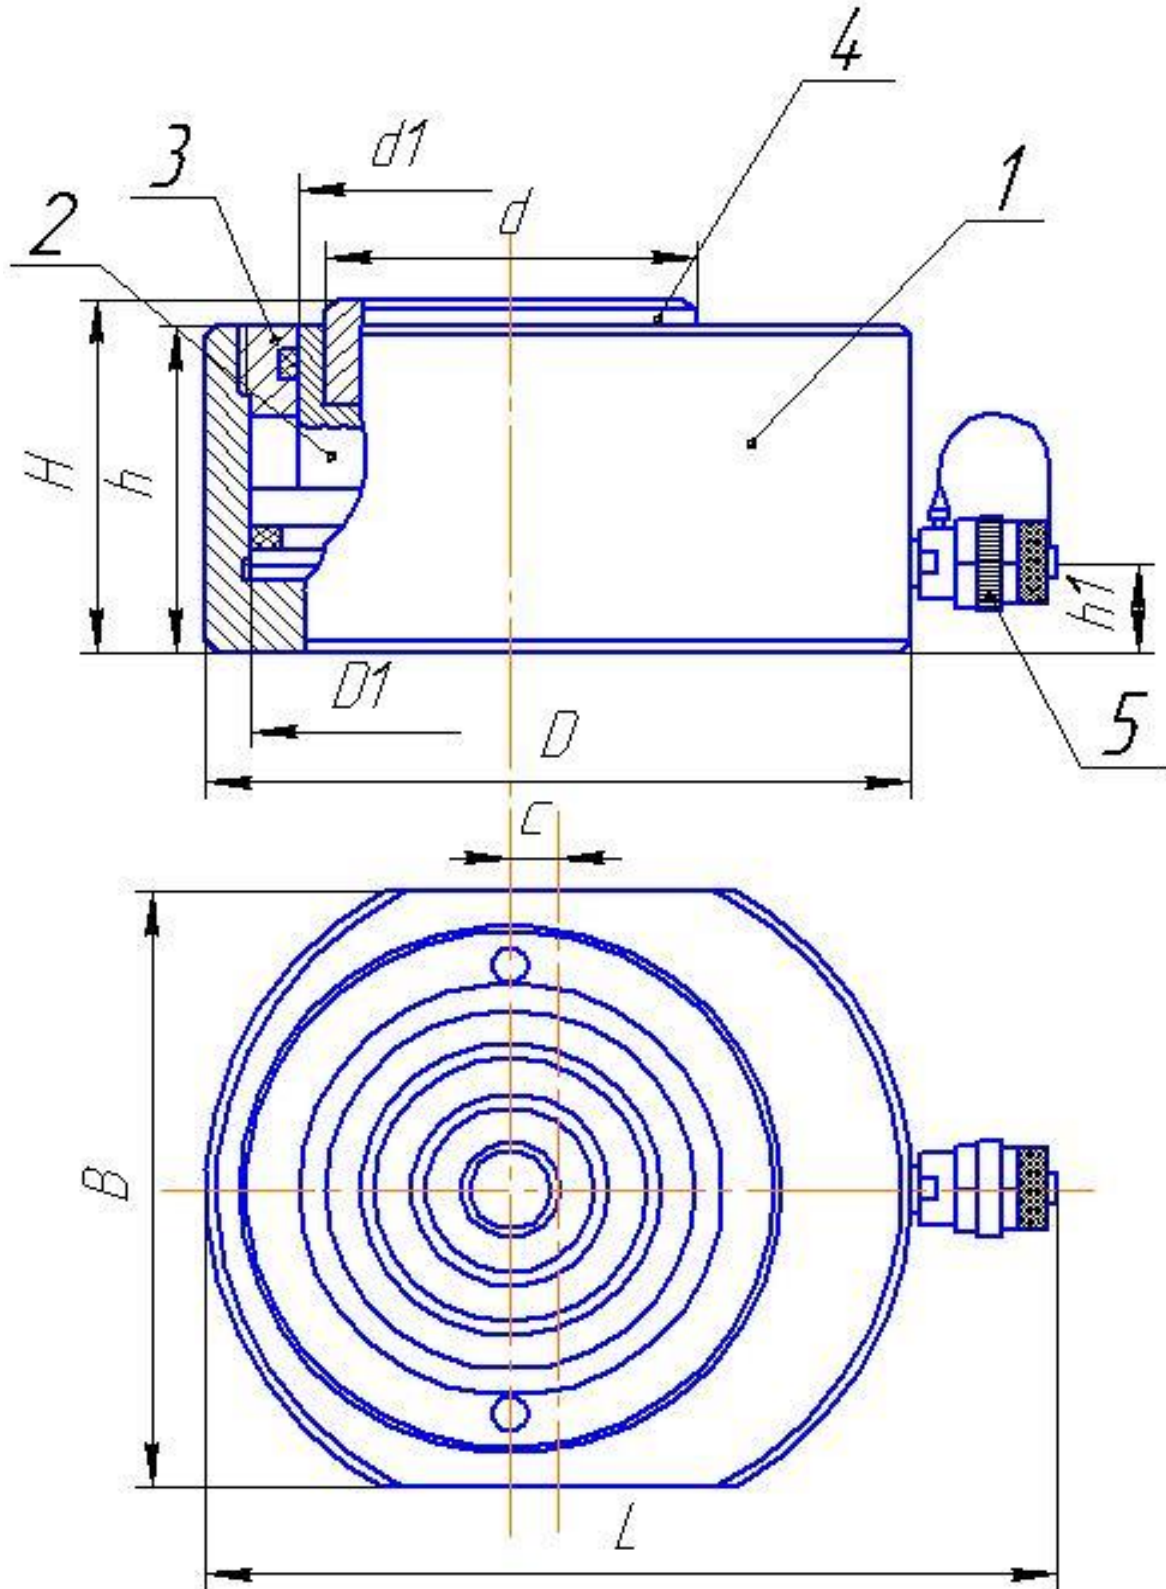

Рис. 1
3.1. Домкрат (рис.1) состоит из следующих основных деталей: корпуса (поз.1); поршня (**поз.2**) с уплотнением, гайки (**поз.3**), в расточке которой размещается грязесъемное кольцо. В домкратах моделей **ДН50М15**, **ДН100М15** и **ДН140М15** в шток поршня устанавливается опора из закаленной стали (**поз.4**). Для подключения к насосу, по желанию заказчика, домкрат может быть снабжен полумуфтой быстроразъемного соединения (**поз.5**), исключающей потерю гидравлической жидкости (поставляется по отдельному заказу).